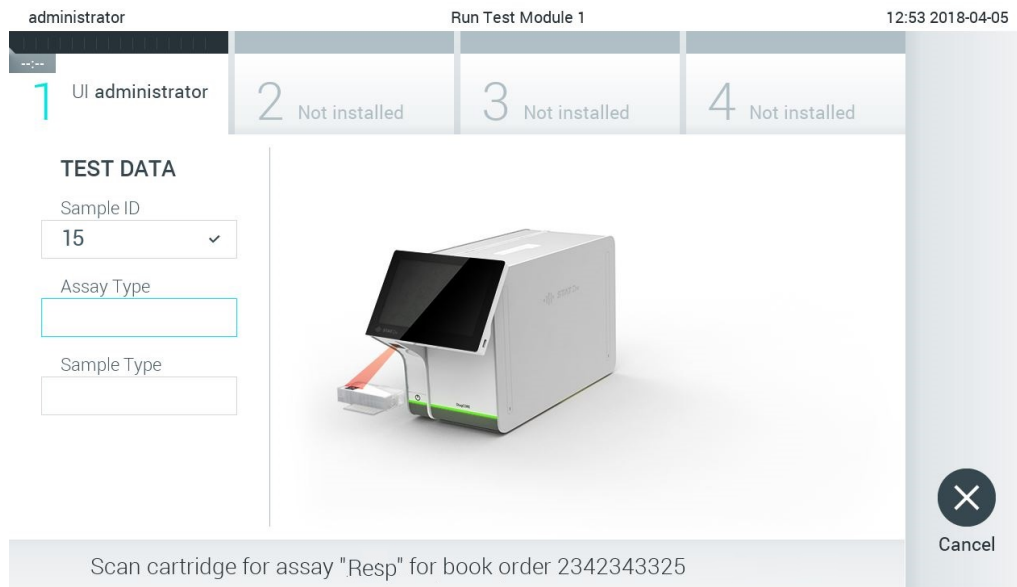

图 77. 扫描 QIAstat-Dx 检测试剂盒条形码。
4. 从主机成功检索测试单后，将会显示 “Scan cartridge for assay <assay_name> and book order <order_number>”（扫描检测试 <检测名称> 和工作单 <工作单编号> 的试剂盒）。扫描指定的 QIAstat-Dx 检测试剂盒的条形码（图 77）。